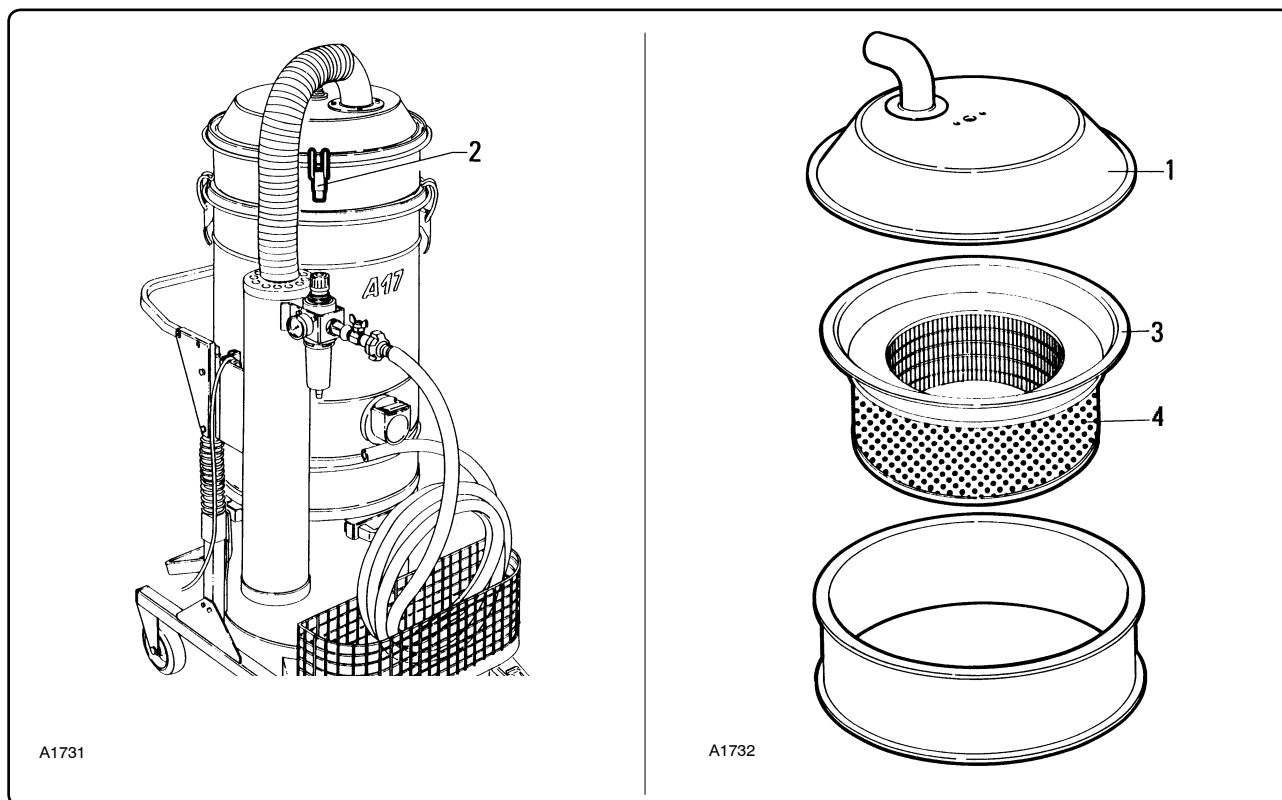

Рис. 7.5.6
7.5.4 - Замена абсолютного фильтра «К1», установленного на стороне всасывания (рис. 7.5.6)